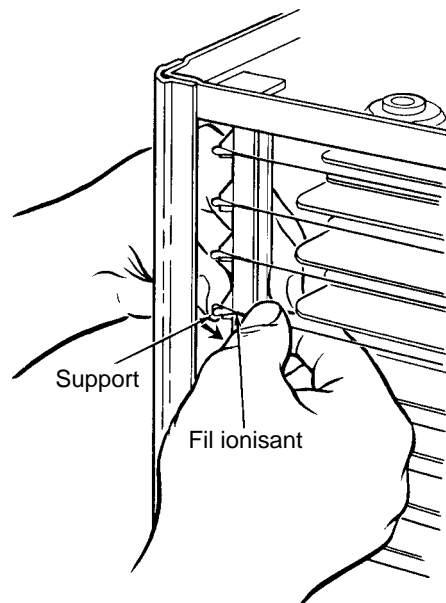

Figure 21
3. Placer le doigt sur l'autre support (figure 21) et tenir le fil ionisant entre le pouce et l'index ou avec une pince à long bec. Appuyer sur le support à ressort. Accrocher le bout du fil sur la petite patte au bout du support, puis relâcher. S'assurer que le fil est retenu solidement aux deux extrémités.